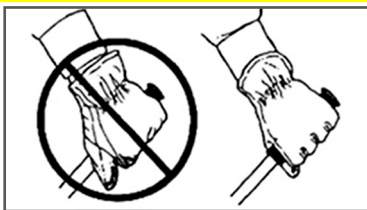

Рис. 9 Правильный захват рукоятки мотобура
3. Крепко возьмитесь за рукоятки мотобура правой и левой руками (Рис. 9).